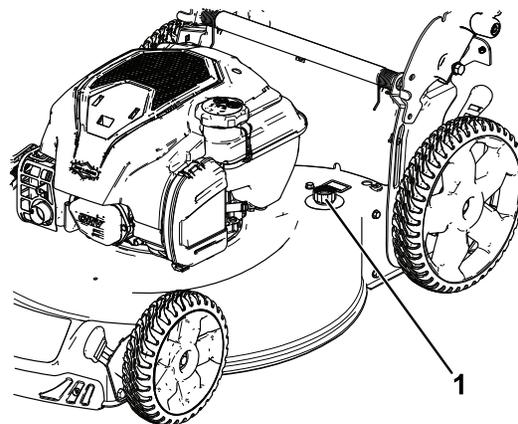

Figura 21
5. Ligue uma mangueira de jardim, ligada a uma torneira, à entrada para lavagem (Figura 21).